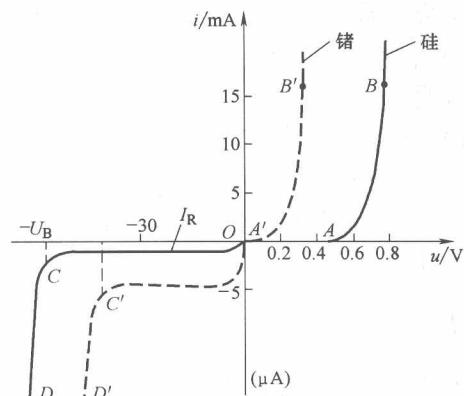

图 1-9 硅与锗材料的 PN 结的伏安特性曲线
3) 锗材料的反向饱和电流较大, 为毫安(mA)数量级; 硅材料的反向饱和电流较小, 为微安( $\mu\text{A}$ )数量级。这表示锗材料对温度较敏感, 其稳定性远远不如硅材料, 图 1-9 为了表示出硅材料的反向饱和电流  $I_R$ , 纵坐标  $i$  的负半轴单位采用了  $\mu\text{A}$ 。